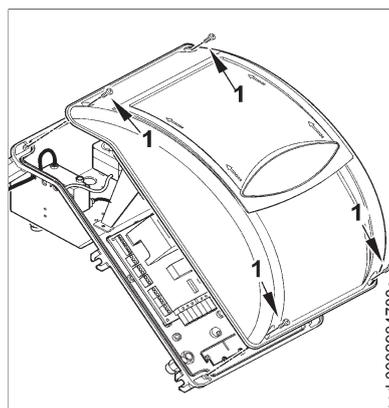

Abbildung 5
- 5) Um die transparente Klappe wieder auf dem Schaltkasten zu positionieren, muss gemäß Abbildung 5 vorgegangen werden: Die Rastnasen entsprechend ihrer Aussparungen (9) positionieren und die Klappe in Pfeilrichtung schieben, bis sie einrastet. Nun ist die korrekte Dichtheit gewährleistet.